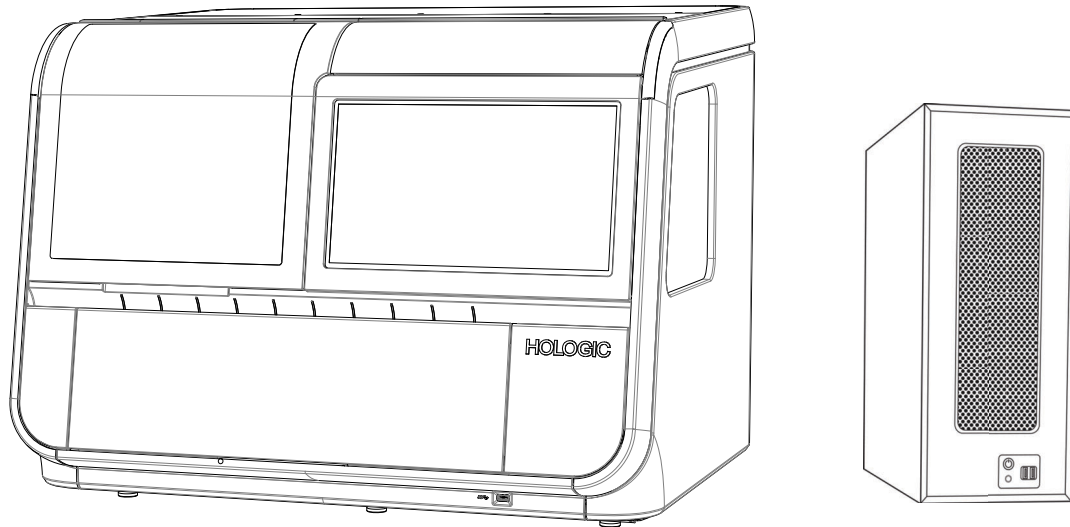

Figure 1-1 Le processeur de l'imageur numérique Genius et l'ordinateur de l'imageur numérique
- **Processeur de l'imageur numérique** : numérise les lames. (Voir la Figure 1-1.)